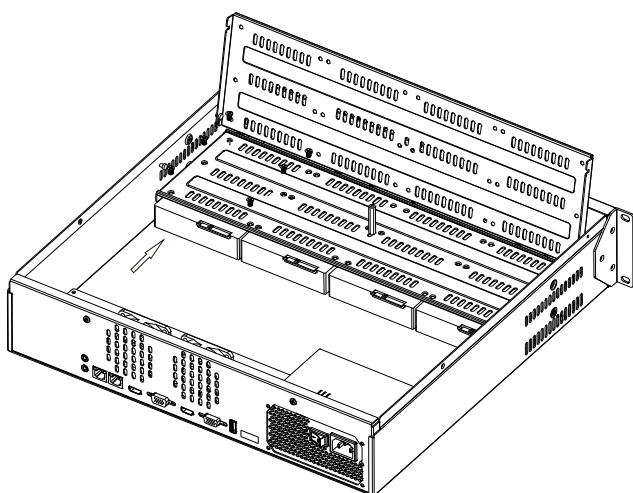
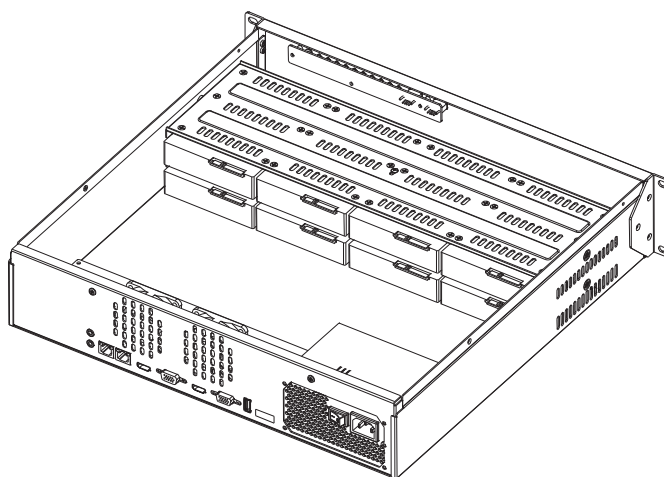

Рисунок 7
Рисунок 8
2) Поместите HDD под нижний кронштейн и закрепите, используя винты (рисунок 7). Опустите верхний кронштейн. Поместите HDD под верхний кронштейн и закрепите, используя винты (Рисунок 8). Подключите кабель питания и передачи данных к HDD. Установите верхнюю крышку корпуса и закрепите её винтами.